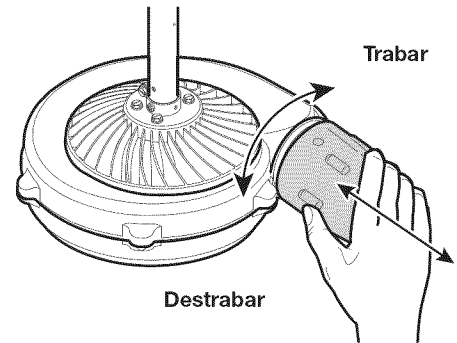

Fig. 2
2. Empuje la boquilla en la caja y gírela en el sentido de las agujas del reloj hasta que caiga en su lugar (Fig. 2).
1. Gire la boquilla en el sentido contrario a las agujas del reloj aproximadamente a 45° hasta que el botón se destrabe de la caja (Fig. 2).
2. Hale la boquilla fuera de la caja (Fig. 2).